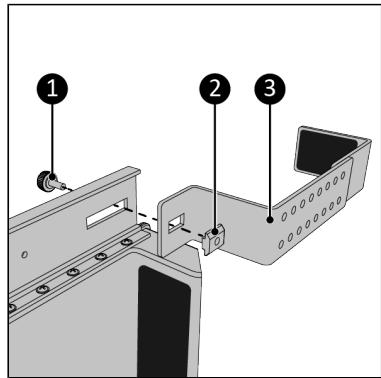

Abbildung 149.
6. Schrauben Sie die Halterung (Abbildung 149, Pos. 3) mit der Knopf-schraube (Abbildung 149, Pos. 1) an der Hauptschiene in der vorderen Position fest.. Stellen Sie sicher, dass Sie die Knopf-schraube mit der Gleitmutter verbinden (Abbildung 149, Pos. 2).